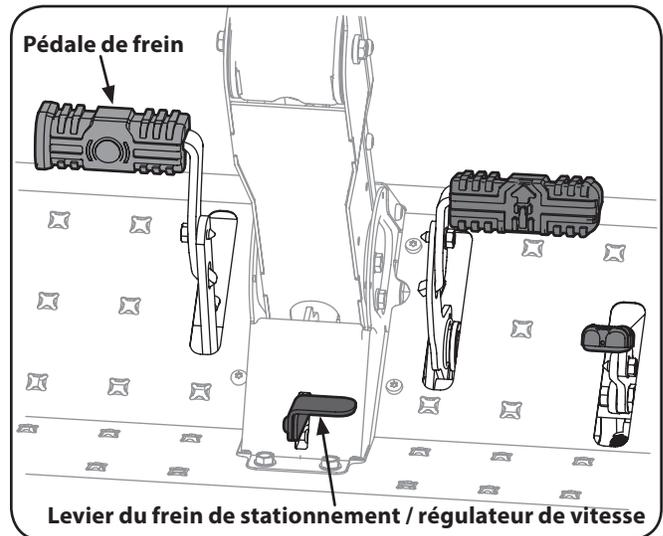

Figure 5-1
3. Appuyez sur la pédale de frein (○), abaissez le levier du frein de stationnement / régulateur de vitesse et relâchez la pédale de frein (○) pour engager le frein de stationnement. Voir Figure 5-1.